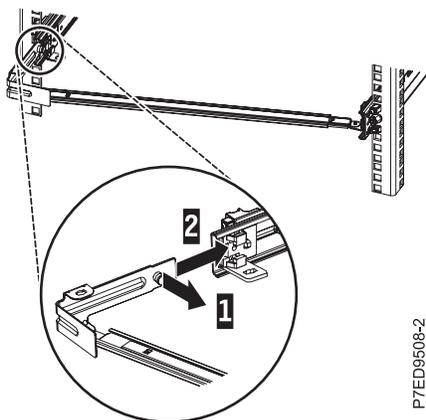

Abbildung 14. Stift herausziehen und Halterung in Schiene installieren
- Zum Anschließen der anderen Seite des Stützarms an der Rückseite der Schiene ziehen Sie den Stift heraus (**1**) und schieben Sie dann die Halterung (**B**) in die linke Schiene (**2**) (siehe Abb. 14).